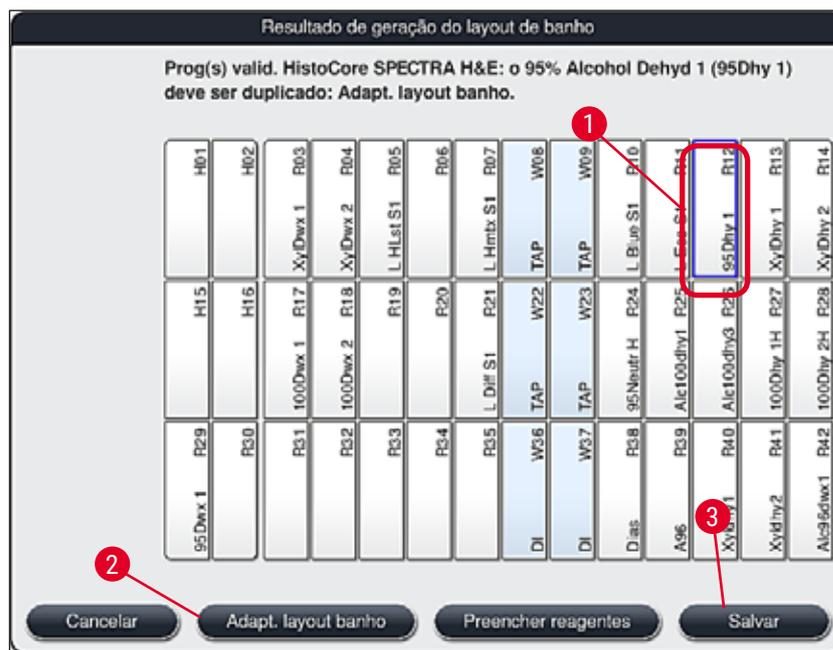

Fig. 52
- Após o software calcular o layout de banho usando os programas priorizados, o usuário obtém uma visão geral dos resultados exibidos na tela (→ "Fig. 52").
- Se nenhum programa Leica foi integrado ao layout de banho, o monitor (→ "Fig. 52") é diferente do exibido (não ilustrado). Neste caso, os reagentes podem ser abastecidos conforme descrito em (→ P. 81 – Abastecimento de reagentes).